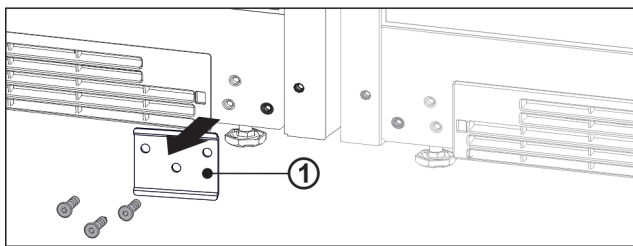

Fig. 14
- ▶ Ak je namontovaný plech Fig. 14 (1), tak ho odskrutkujte.